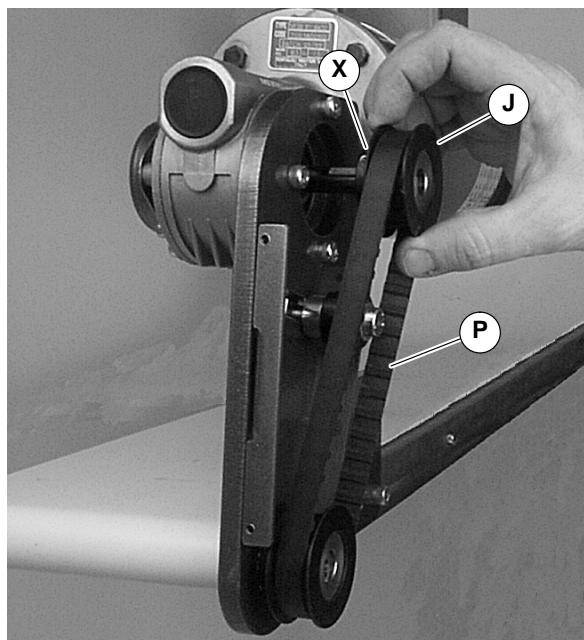

Abbildung 13
HINWEIS: Falls Antriebszahnscheibe (J auf Abbildung 13) ersetzt wird, Zahnriemen um Antriebszahnscheibe legen und Schritt 3 ausführen.
3. Die Madenschrauben der Antriebszahnscheibe (X siehe Abbildung 13) lösen. Antriebszahnscheibe (J) und Zahnriemen (P) abnehmen.
HINWEIS: Die Antriebszahnscheibe (J siehe Abbildung 13) ist abgenommen. Zahnriemen um Antriebszahnscheibe legen und Schritt 13 ausführen.